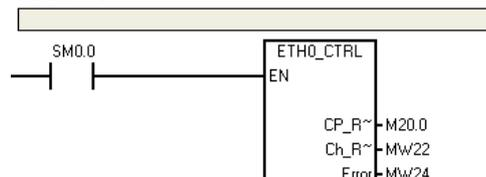

Figura 130: Subrutina ETH0_CTRL [17]
- **Subrutina ETH0_CTRL.** La genera el Asistente Ethernet y debe ubicarse al final de programa principal de usuario para poder establecer la comunicación Ethernet. (Ver figura 130)